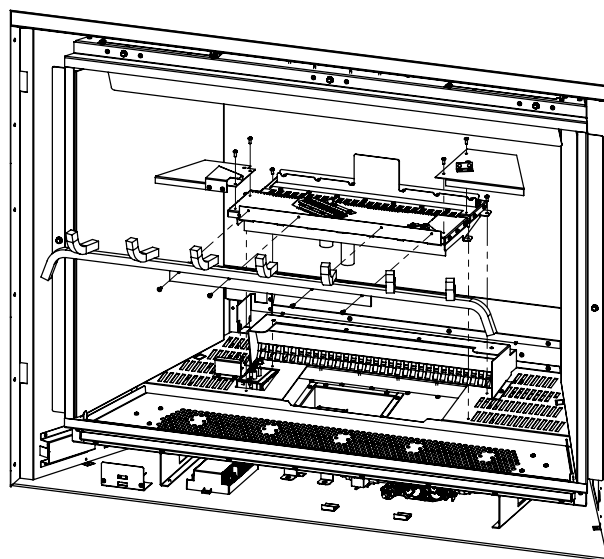

Figure 22. Enlèvement du Brûleur Avant
6. Retirez les quatre (4) vis T20 qui s'enlèvent de la poêle avant (voir la figure 22). Au besoin, il y a quatre vis T20 qui permettent d'attacher les ailes du brûleur au brûleur qui peut être enlevé pour faciliter l'accès aux deux vis T20 inférieures. Une fois que les vis spécifiées sont retirées, lever jusqu'à la suppression.